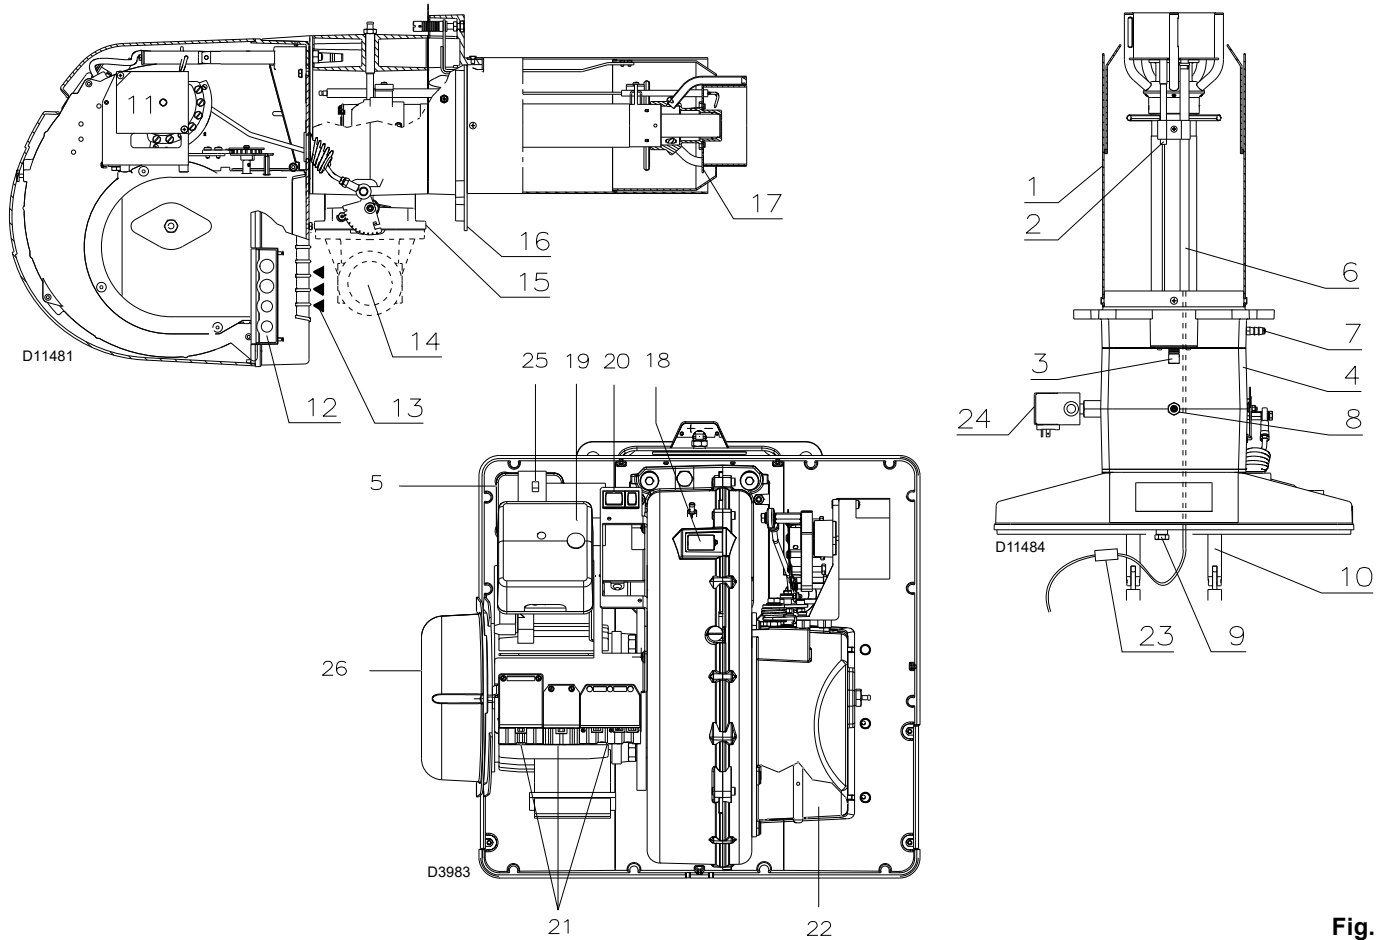

Fig. 5
(1) Condiciones de referencia: Temperatura ambiente 20 °C - Temperatura gas 15 °C - Presión barométrica 1013 mbar - Altitud 0 m s.n.m.
(2) Presión en la toma 5)(Fig. 5) con presión cero en la cámara de combustión y a la potencia máxima del quemador.
(3) Prueba de emisiones sonoras realizadas de acuerdo con la Normativa EN 15036-1 con precisión de medición ó $\pm 1,5$ dB, en el laboratorio de combustión del fabricante con quemador funcionando en caldera de prueba a la máxima potencia.
cuando se ilumina el pulsador de la caja de control 19)(Fig. 5) se advierte que el quemador está bloqueado. Para desbloquear, apretar el pulsador.
alimentación eléctrica trifásica, para desbloquear, presionar el pulsador del relé térmico 25)(Fig. 5).